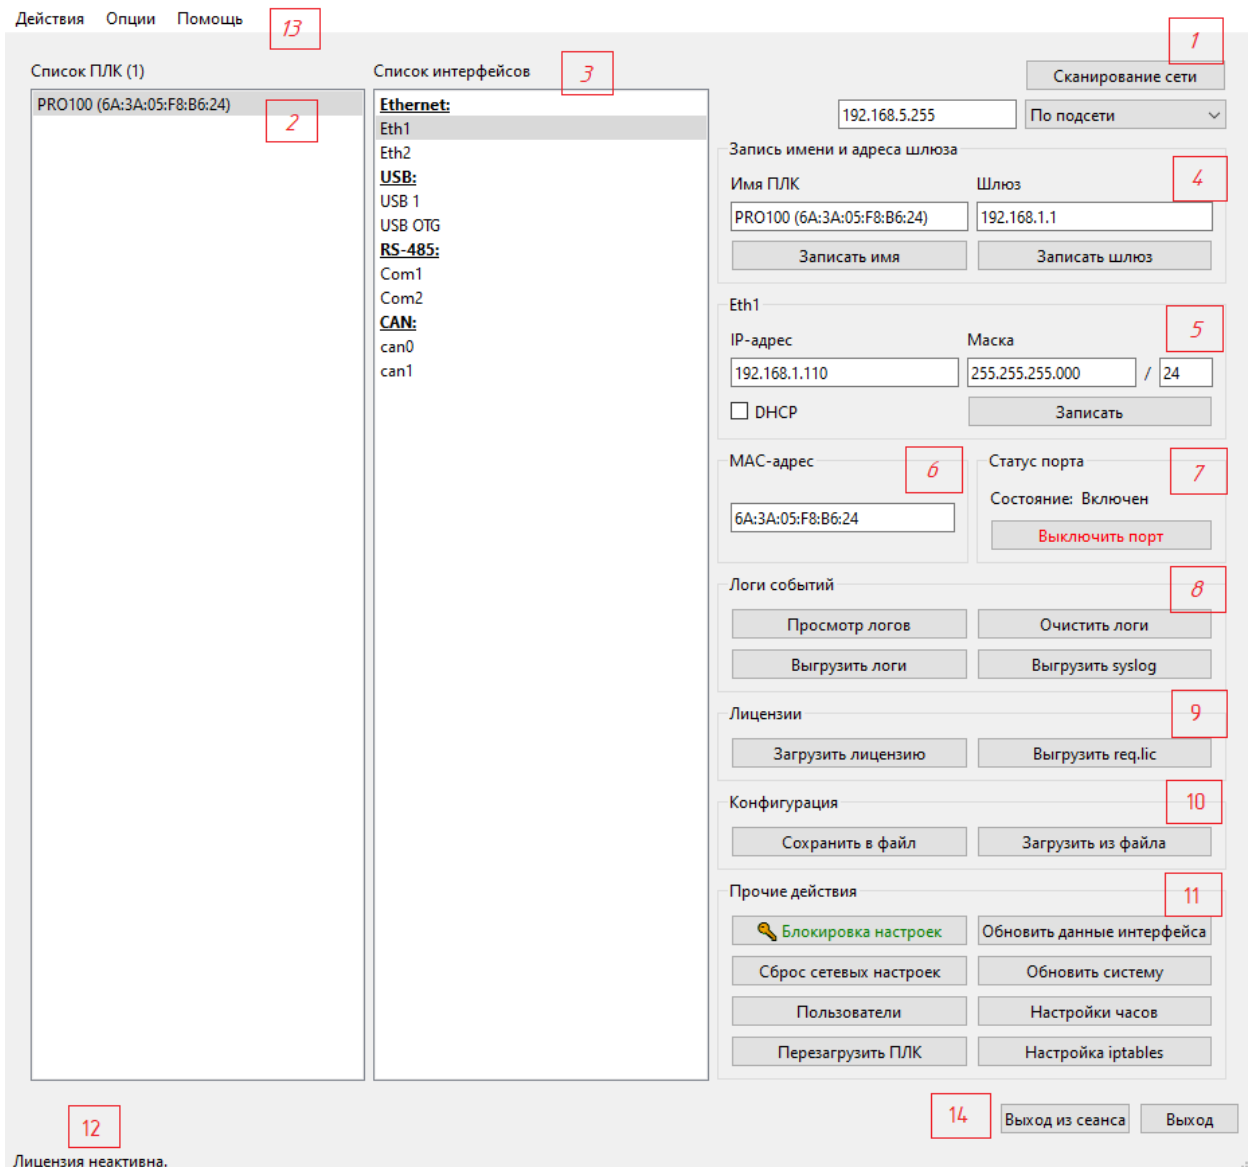

Рисунок 2 – Главное окно приложения
4.1 После запуска программы на экране компьютера появится главное окно приложения (рисунок 2).
4.10 В верхнем меню главного окна приложения расположены кнопки «Действия», «Опции» и «Помощь» (блок 13 рисунок 2).